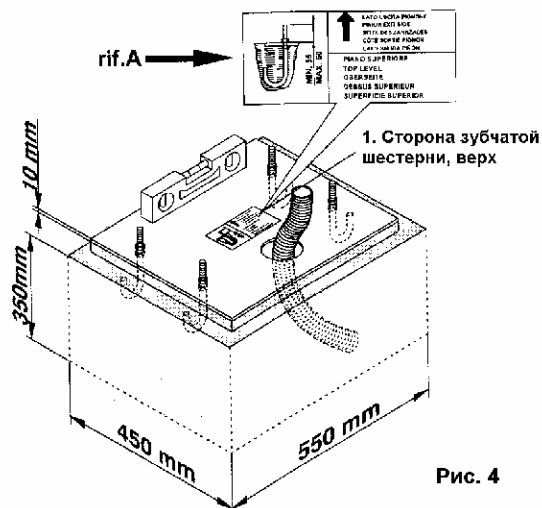
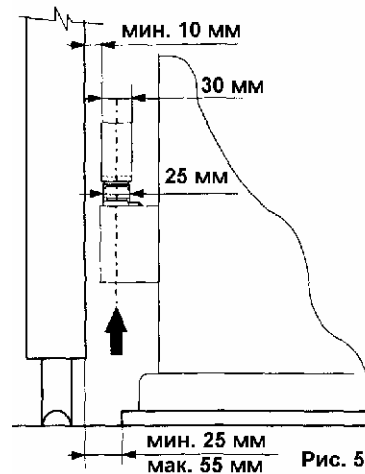

Рис. 4
Рис. 5
- Пластина основания должна быть расположена как показано на рис. 4, позиционирование производите в соответствии с рис. 5;
- Соберите пластину основания, как показано на рис. 4;
- Закрепите элементы крепления привода сваркой или бетонированием (основание и арматура для крепления в бетоне входят в комплект) как показано на рис. 4 и 5. Для горизонтальной установке используйте уровень;
Крепление зубчатых реек к воротам осуществляется при помощи монтажных уголков сваркой. Перед сваркой, при измерениях, руководствуйтесь рис. 5 и 8;